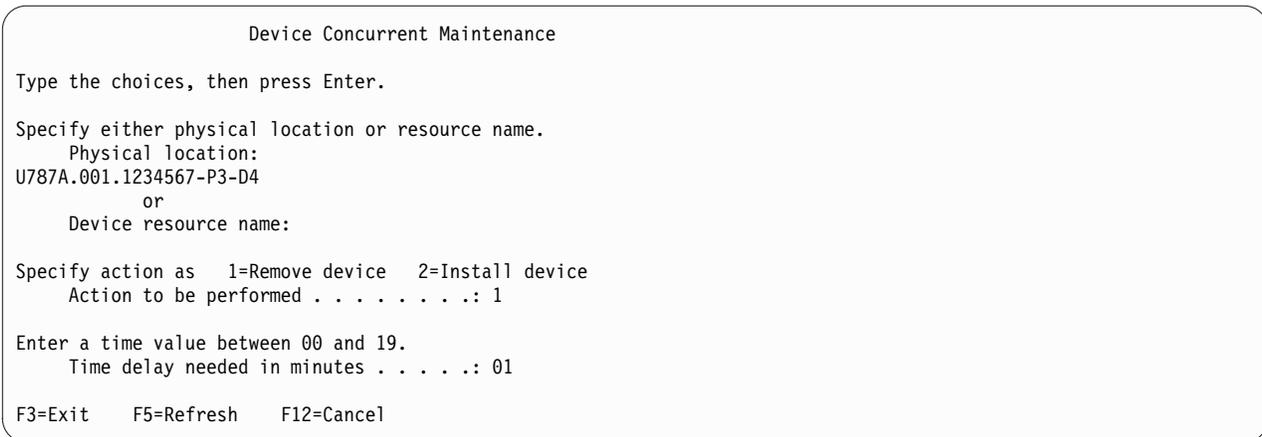

Abbildung 85. Beispielanzeige "Parallelwartung der Einheit"
16. Navigieren Sie im Hardware-Service-Manager zu der Option **Parallelwartung der Einheit auswählen**. Drücken Sie die Eingabetaste. Die Anzeige "**Parallelwartung der Einheit**" wird angezeigt (siehe Abb. 85).